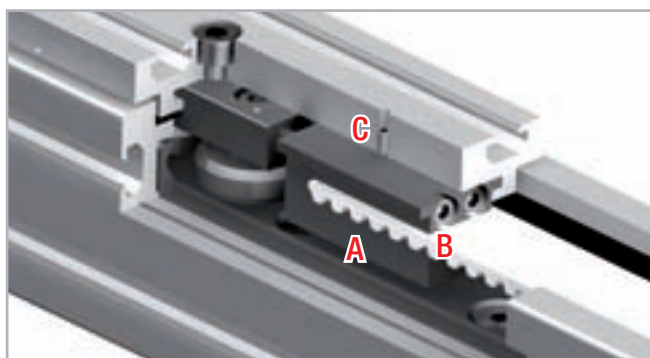

Рис. 73
1. Вывинтить предохранительные винты "С" (находящиеся на боковой поверхности крепёжной пластины каретки) из натяжителя "А" (см. Рис. 73).